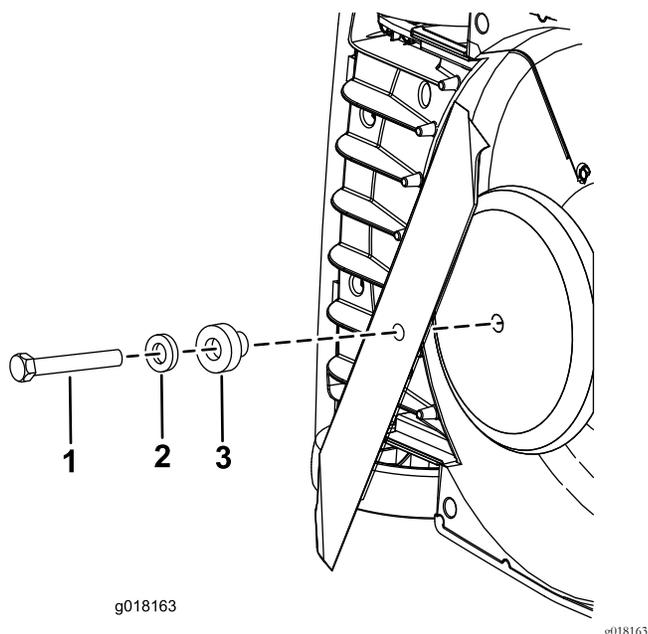

Figura 23
5. Togliete il bullone, la rondella e il distanziale, quindi rimuovete la lama (Figura 23).
7. Fissate la nuova lama in posizione con bullone, rondella e distanziale rimossi in precedenza (Figura 23).